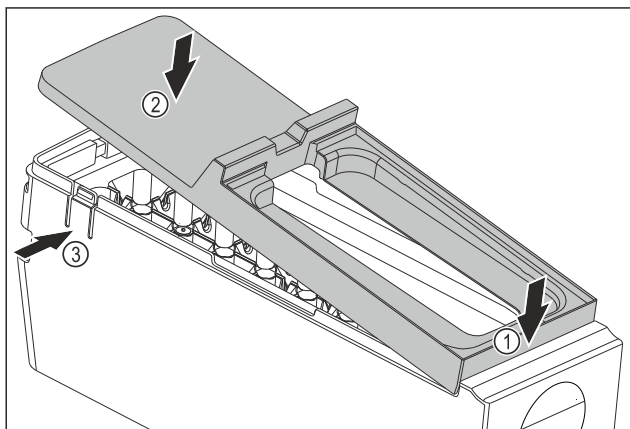

Fig. 77
- ▶ Monter le couvercle du corps de l'EasyTwist-Ice : Placer le couvercle à l'avant. Fig. 77 (1)
- ▶ Abaisser le couvercle à l'arrière. Fig. 77 (2)
- ▷ L'enclenchement du couvercle dans les deux languettes Fig. 77 (3) se fait entendre.